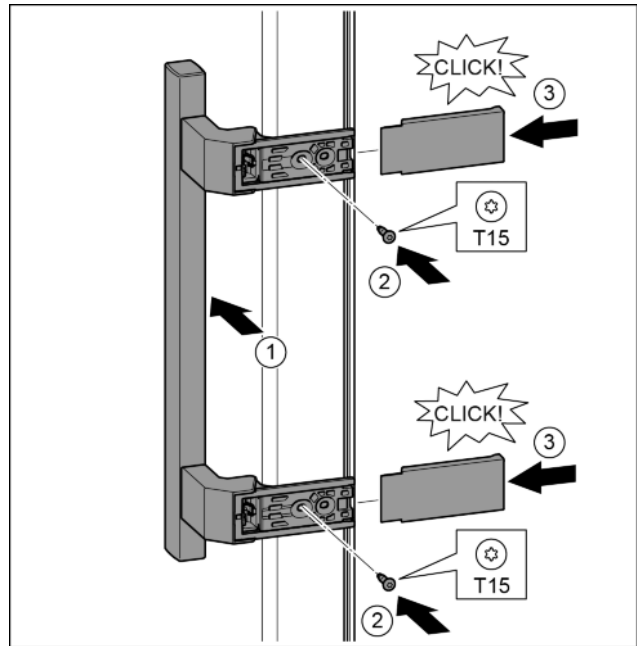

Fig. 33
- ▶ Griff auf der Gegenseite ansetzen. Fig. 33 (1)
- ▶ Schrauben mit Schraubendreher T15 festschrauben. Fig. 33 (2)
- ▶ Abdeckungen seitlich ansetzen und aufschieben. Fig. 33 (3)